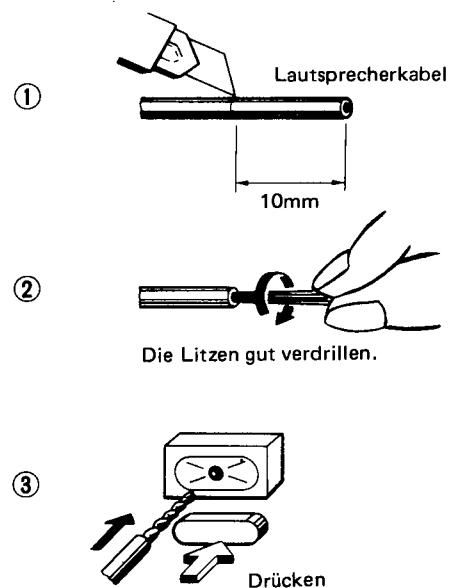

Abb. 2
Vorbereitung der Lautsprechkabel (Abb. 2)
1. Das Ende der Lautsprechkabel gemäß Abb. 2-① für etwa 10 mm abisolieren.